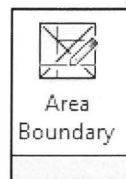

Fig. 11.19.
- Vælg *Architecture - Area Boundary* (Fig. 11.19).